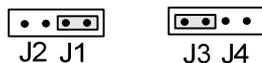

Рис. 6 Местоположение перемычек J1/J3
Линии контролируются на наличие неисправностей – “обрыв” или “обрыв и короткое замыкание”. Для этого необходимо подключить оконечные сопротивления согласно Рис.6. При возникновении короткого замыкания или обрыва подается сигнал о неисправности в контрольную панель.
- Необходимо установить перемычки в положения J1/J3, как показано на Рис. 6.